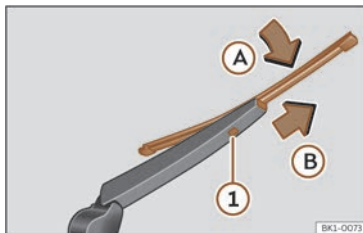

Fig. 180 Remplacement du balai d'essuie-glace arrière.
- Faites pivoter légèrement le balai d'essuie-glace >>> **fig. 180** (flèche A).
- Maintenez la touche de déverrouillage ① enfoncée et tirez en même temps sur le balai dans le sens indiqué par la flèche B.
- Insérez sur le bras d'essuie-glace arrière un balai d'essuie-glace neuf **de même longueur et de même type** dans le sens contraire de la flèche B et jusqu'à ce que la touche ① s'encastre.